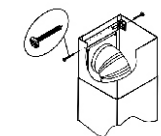

рис. 9
6.5 Выдвиньте верхнюю фальштрубу и закрепите ее на кронштейне самонарезающими винтами (рис.9).